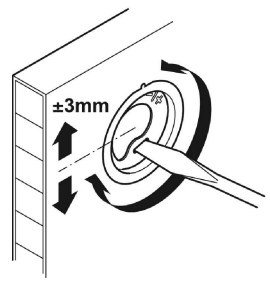

Рис.11
11. Повесьте антресоль на стену. При необходимости выполните регулировку (Рис. 11)